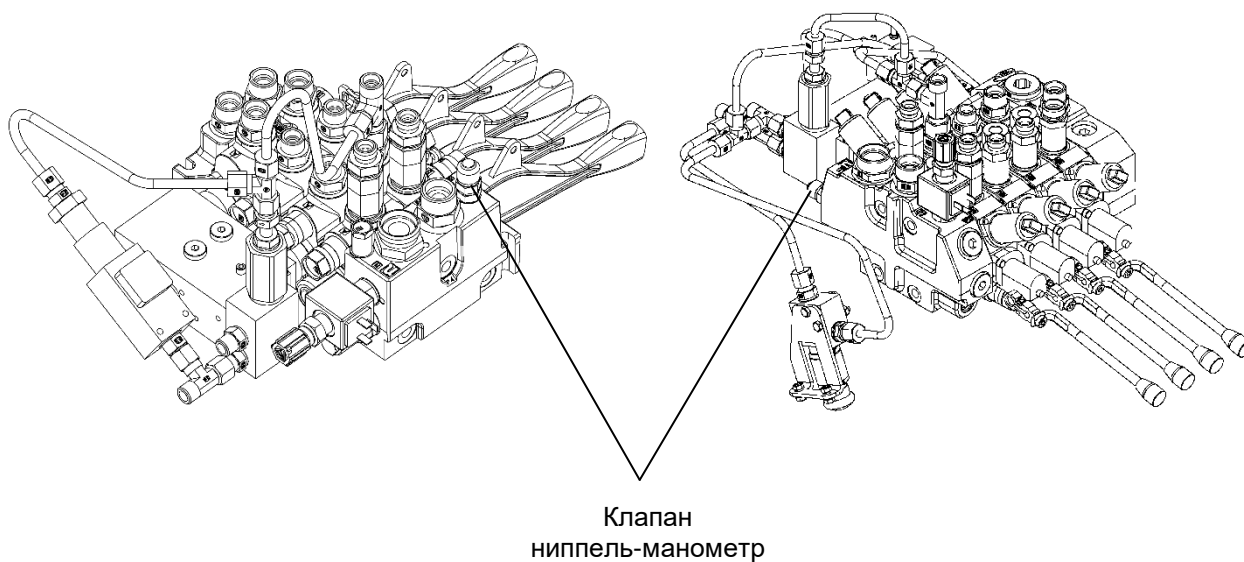

Рис.22: Расположение клапана ниппель-манометр
- ▶ Подключите к гидросистеме крана гидронасос машины технической помощи или аварийный ручной гидронасос (дополнительная опция, поставляется по особому заказу), через клапан ниппель-манометр (см. рисунок 22).